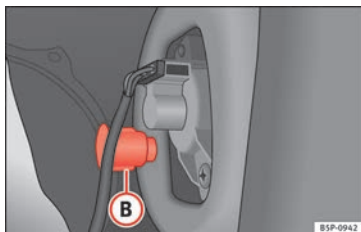

Fig. 185 Luce di posizione/arresto.
- Svitare la parte in plastica » **fig. 185 B** che fissa l'indicatore. Per iniziare a girare, eventualmente aiutarsi inserendo il cacciavite nella parte.